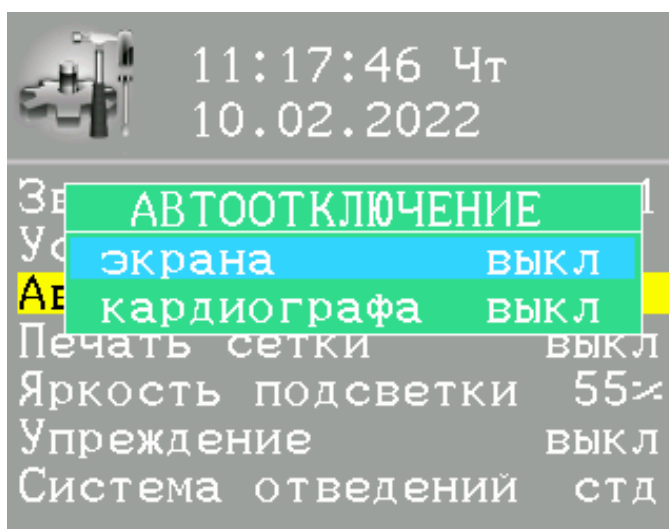

Рисунок 10 – Изображение подменю установок времени автоотключения
- **АВТООТКЛЮЧЕНИЕ.** Нажать кнопку "ПУСК". На дисплее появится подменю для установки времени отключения подсветки экрана дисплея или всего электрокардиографа (см. рисунок 10). Кнопкой "▲" или "▼" выбрать строку устанавливаемого времени. Кнопками "▶" и "◀" установить время автоотключения.